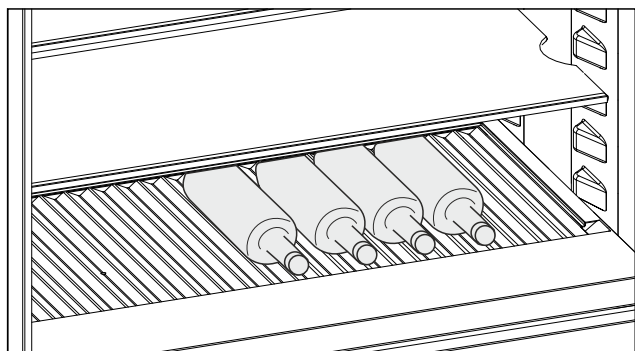

Fig. 255 Exempelbild
- Lägga in flaskorna med botten bakåt mot bakväggen. (se Fig. 255)